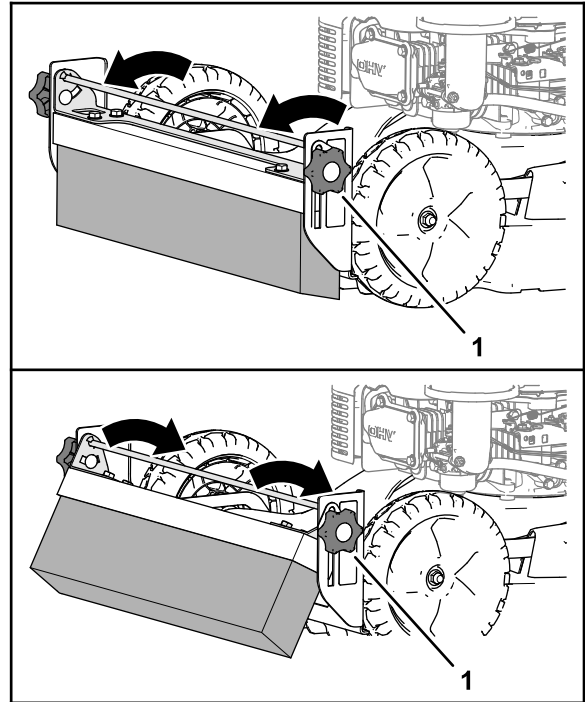

Figura 18
1. Allentate le manopole che si trovano sui lati del supporto spazzola (Figura 18).
2. Utilizzate la manopola della staffa di regolazione della spazzola per regolare l'angolazione della spazzola per grooming (Figura 18).
3. Serrate le manopole (Figura 18).